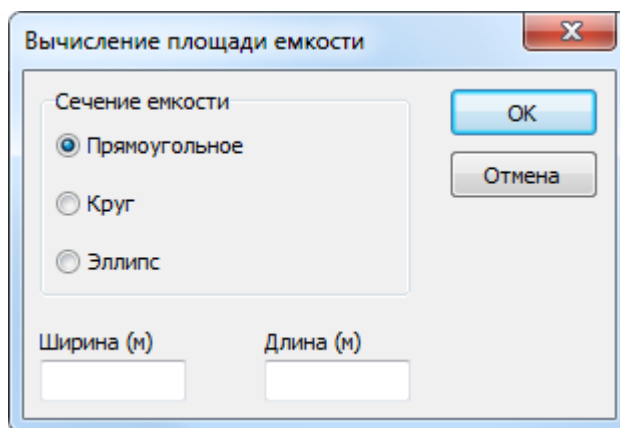

Рисунок 114. Диалог "Вычисление площади емкости"
После нажатия на кнопку появится диалог вычисления площади ёмкости (Рис. 114). Для вычисления площади и максимального объёма выберите сечение ёмкости, а также укажите её длину и ширину (или диаметр, если выбран круг).
2. Заполните поля ввода **Уровень** и **Значение**. Для расчёта информации, задаваемой в поле ввода **Значение**, воспользуйтесь кнопкой , которая отображается в данном поле ввода при начале ввода данных в нём. После её нажатия откроется диалог, который позволяет выбрать тип сечения емкости и задать необходимые для вычислений параметры (Рис. 114).